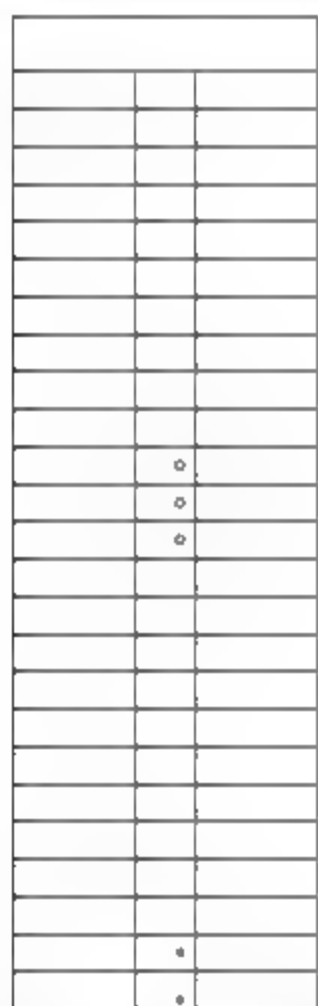

图10-46 绘制端子
**01** 调用C【圆】命令，在表格中分别绘制半径为12、8的圆形来表示端子，结果如图10-46所示。